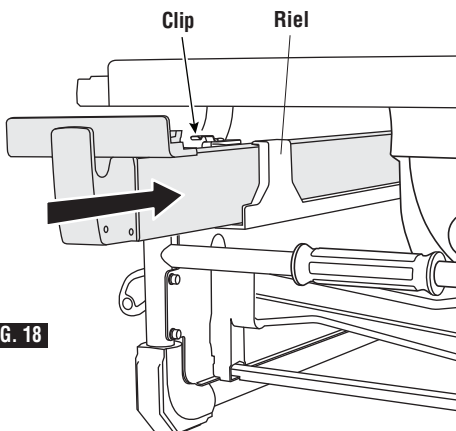

FIG. 18
1. Ponga el tope-guía para cortar al hilo en posición invertida y luego haga avanzar el extremo de dicho tope-guía hacia el interior del riel (Fig. 18).